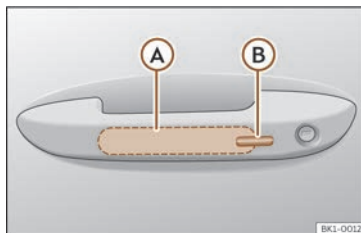

Fig. 69 Maneta de la porta: superfícies sensors.
>>> **fig. 69**
- Toqueu la superfície sensora >>> **fig. 69** Ⓑ situada al costat exterior de la maneta de la porta. Tots els intermitents parpellegen una vegada.
- Abans que transcorrin 5 segons, toqueu una vegada el sensor del costat exterior de la maneta de la porta >>> **fig. 69 (B)**. En fer-ho, no agafeu la maneta. El sistema Keyless Access queda desactivat temporalment.
Per **tancar amb la funció de confort** totes les finestres elèctriques, mantingueu un dit durant uns segons sobre la superfície sensora de bloqueig >>> **fig. 69 (B)** de la maneta de la porta fins que s'hagin tancat les finestres i el sostre.